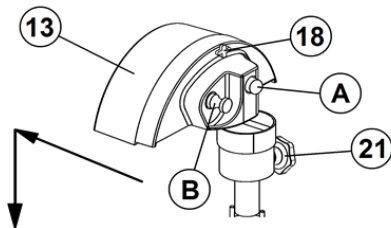

FIG 15. AJUSTE DEL AFILADOR
2. Cuchilla: Afilar la cuchilla (6) después de un determinado periodo de uso (1 mes) o si nota que la calidad de la rebanada no es tan fina como la primera.
- B. Afloje la perilla del afilador (21), ubicada debajo del ensamble del afilador, hasta que el resorte haga que brote el afilador (Ver Fig. 15).
- C. Empuje el afilador hacia el filo de la cuchilla, manténgalo en esa posición y presione hacia abajo hasta que las piedras queden cada una en cada lado de la cuchilla (1/4" sobre la cuchilla.), después apriete la perilla del afilador (21) nuevamente.
- D. Encienda la máquina y presione la barra "A", permita que la piedra de afilar (19) el lado de la cuchilla por unos segundos. Esto afila la cuchilla y crea un poco de rebaba en el lado opuesto del filo. Cuando suelte la barra "A" la piedra regresará a su posición original.